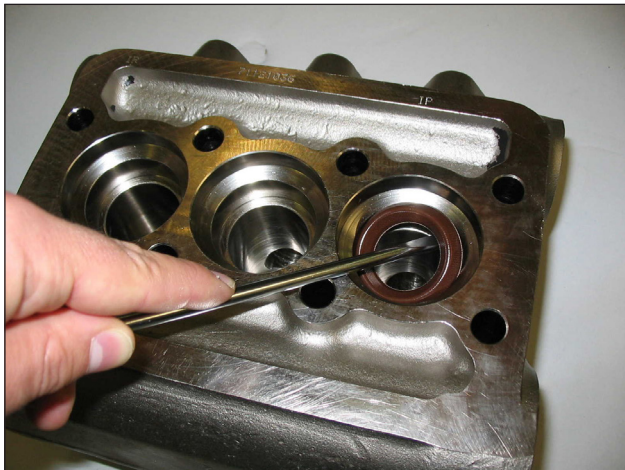

图22
C) 从泵头抽出高压密封圈，从相应底座抽出低压密封圈，可使用简单的工具(图22，部件号⑤)，注意不要损坏各自的底座。